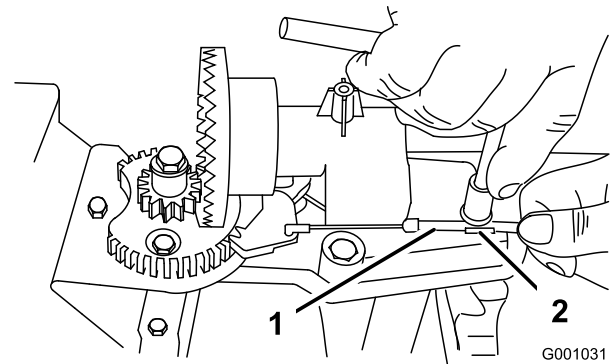
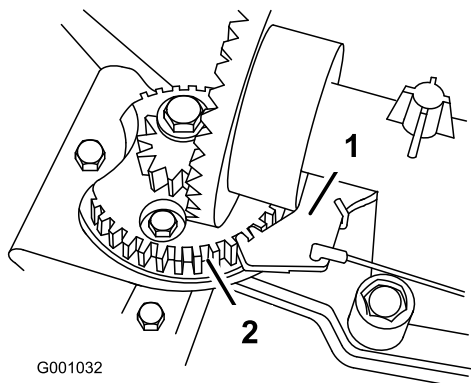

Figure 60
Figure 61
- Desserrez le boulon du serre-câble (Figure 60).
- Saisissez la gaine du câble et déplacez-la vers l'avant de la machine jusqu'à ce que le cliquet de verrouillage de l'éjecteur s'engage complètement dans les dents du secteur (Figure 60 et Figure 61).
Remarque: Le cliquet est rappelé par ressort et s'engage naturellement dans les dents du secteur (Figure 61).